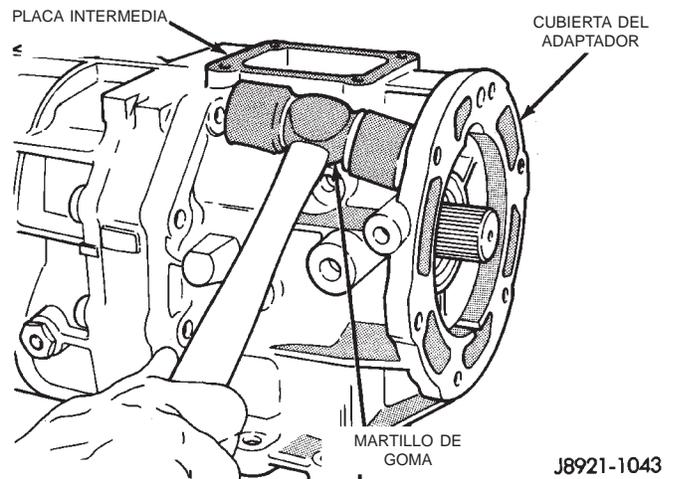

Fig. 26 Aflojamiento de la cubierta del adaptador/ retenedor de cojinete trasero
- (16) Afloje la cubierta del adaptador/retenedor de cojinete trasero con un martillo de plástico (Fig. 26).